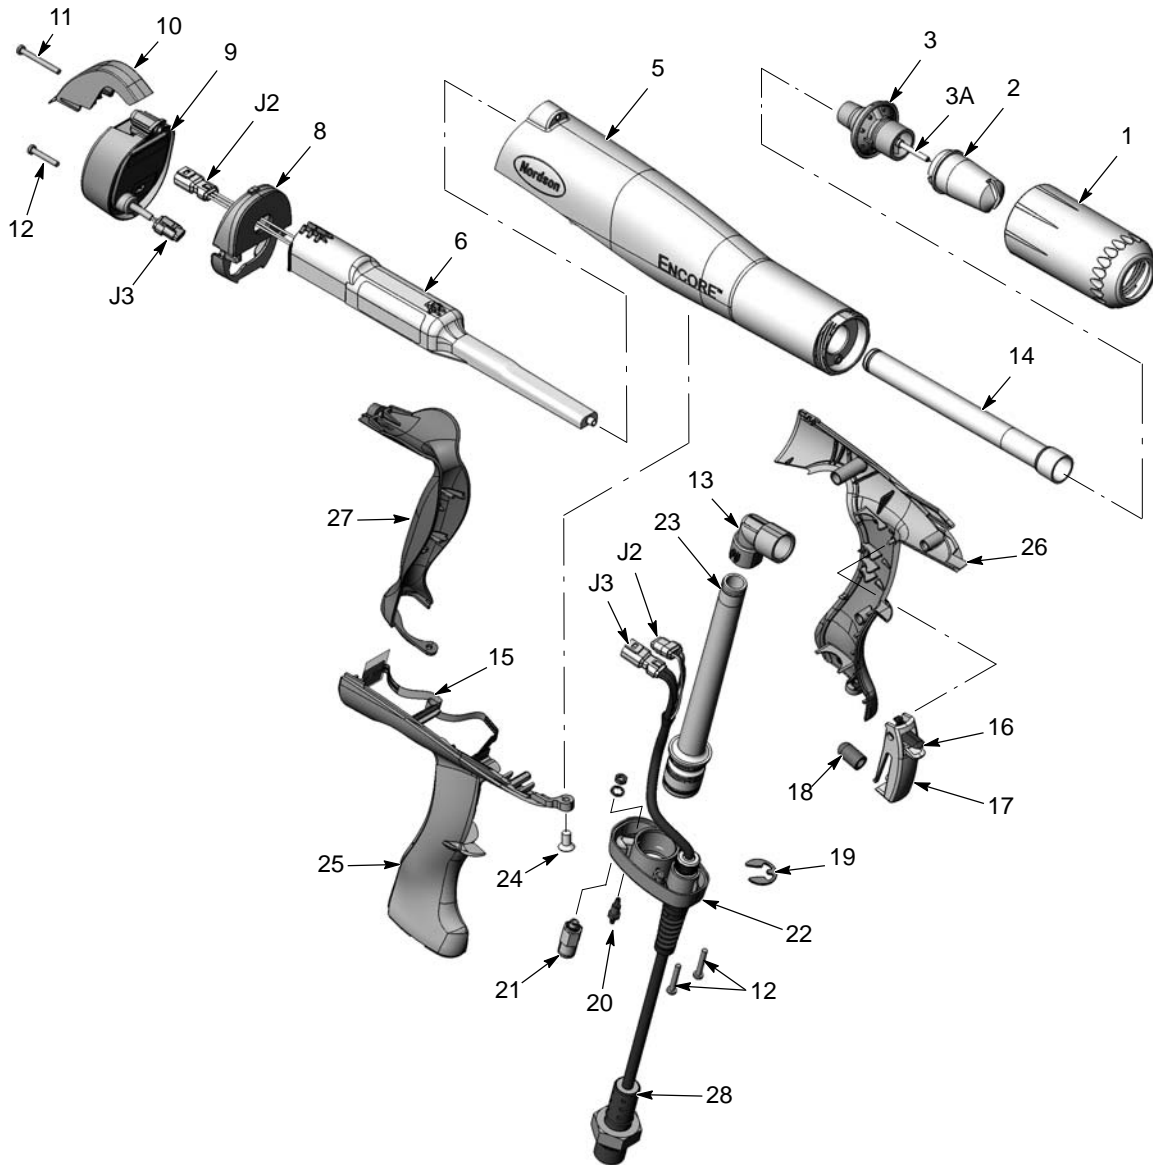

Fig. 5-3 Vista despiezada de la pistola de aplicación (con la misma numeración que en la lista de piezas)
2. Instalar el racor dentado doble (20) en la base y deslizar el terminal del cable de tierra por el racor. Instalar la arandela de bloqueo dentada interna y la tuerca en el racor y apretar la tuerca.
3. En caso de que se haya extraído la válvula de retención (21, fig. 5-3), enroscarla a la base. No apretar demasiado la válvula.
4. Montar el tubo de entrada con las juntas tóricas instaladas (23) en la base de la empuñadura (22).